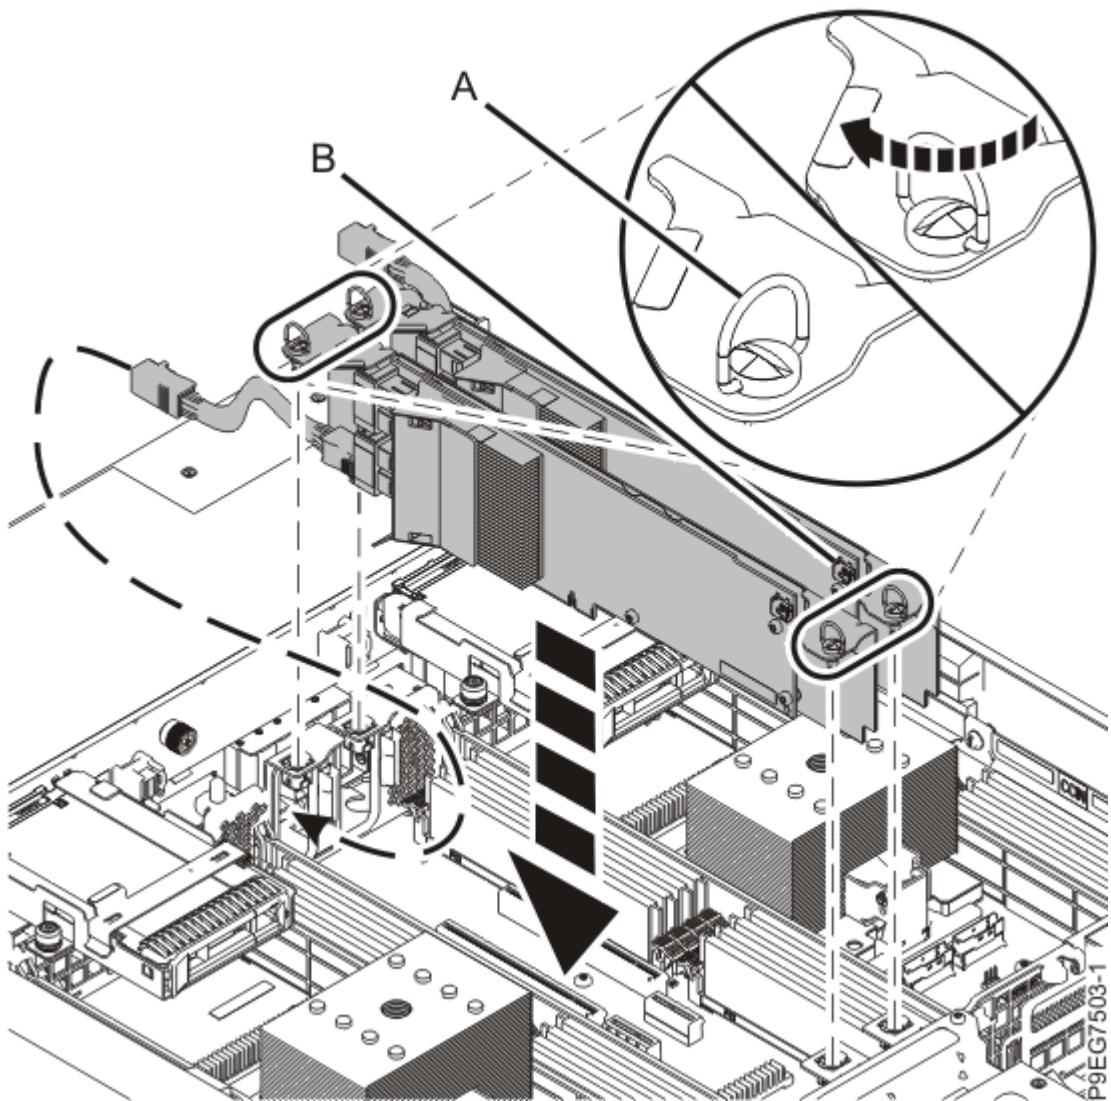

図 8. SAS RAID アダプターの再取り付け
4. SAS RAID アダプターをそのスロット内に押し下げながら、前面 SAS ケーブルを所定の位置に配線します。SAS RAID アダプターを押し下げる、完全に装着します。ねじ (A) を押し込んで時計方向に回転して、SAS RAID アダプターをしっかりと装着します。11 ページの図 8 を参照してください。